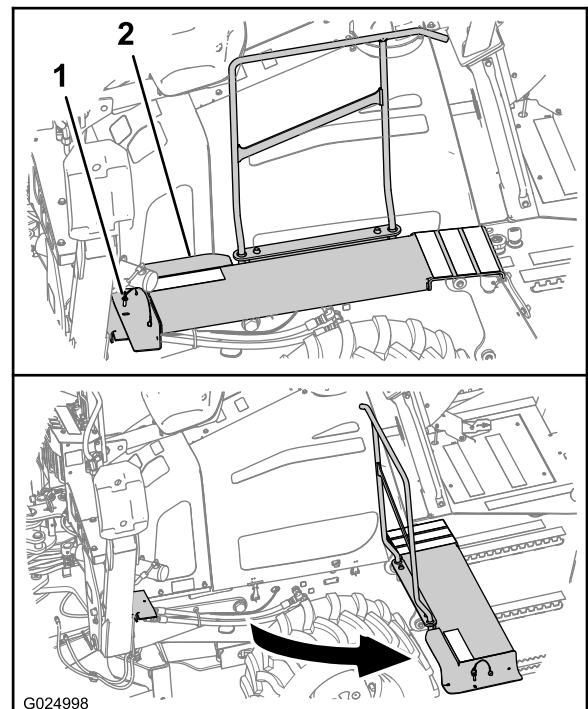

Figura 64
- A. Na lateral esquerda da máquina, remova o pino retentor da parte frontal da plataforma do operador (Figura 64).
- B. Gire a plataforma, afastando-a da máquina, como mostrado na Figura 64.
- A. Gire a parte frontal da plataforma do operador até sua posição original (Figura 64).
- B. Alinhe o furo na plataforma com o furo no suporte da plataforma (Figura 64).